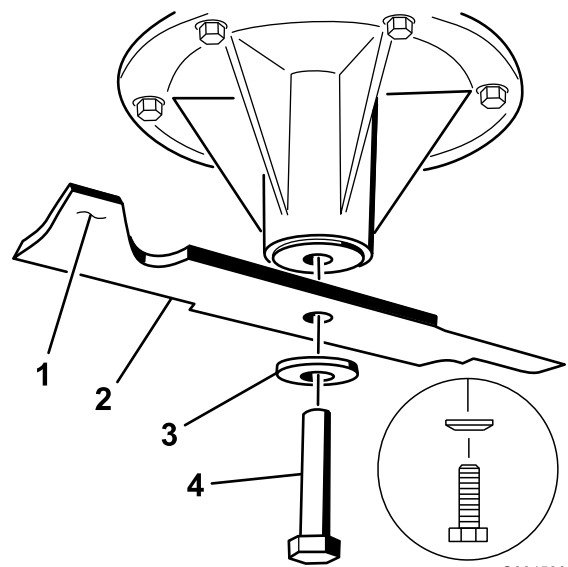

Figure 97
**Remarque:** Si la lame reste horizontale, elle est équilibrée et peut être utilisée. Si la lame est déséquilibrée, limez un peu l'extrémité de la partie relevée seulement (Figure 97). Répétez la procédure jusqu'à ce que la lame soit équilibrée.
1. Placez la lame sur l'axe (Figure 97).
**Remarque:** Orientez le cône de la rondelle élastique vers la tête du boulon (Figure 97). Serrez le boulon de la lame à un couple de 115 à 150 N·m.